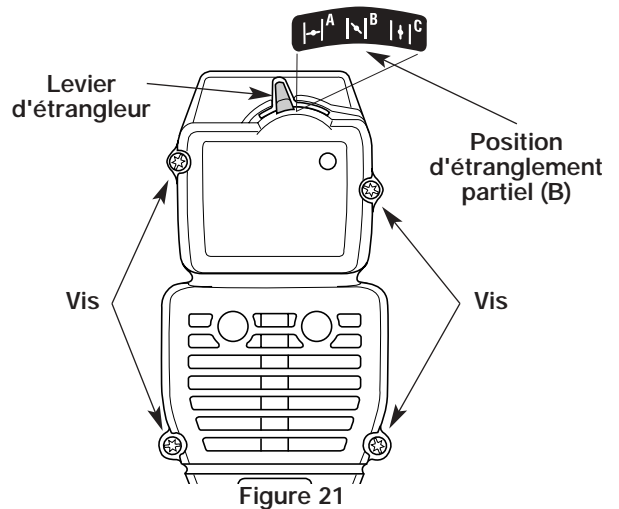

Figure 21
1. Mettez le levier d'étrangleur en position d'étranglement **PARTIEL (B)**.
REMARQUE : pour enlever le couvercle du filtre à air/silencieux, le levier d'étrangleur doit être en position d'étranglement **PARTIEL (B)** (Fig. 21).
2. Retirez les quatre (4) vis retenant le couvercle du filtre à air/silencieux (Fig. 21). Servez-vous d'un tournevis à lame plate ou à mèche no. 20 Torx.
REMARQUE : *pour installer le couvercle du filtre à air/silencieux, le levier d'étrangleur doit être en position d'étranglement **PARTIEL (B)** (Fig. 21).*
2. Insérez les quatre (4) vis dans les trous du filtre à air/couvercle du silencieux (Fig. 21) et **vissez sans trop serrer**.